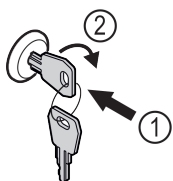

Fig. 92 Примерное изображение
- ▶ Вставьте ключ Fig. 92 (1).
- ▶ Поверните ключ на 90° по часовой стрелке Fig. 92 (2).